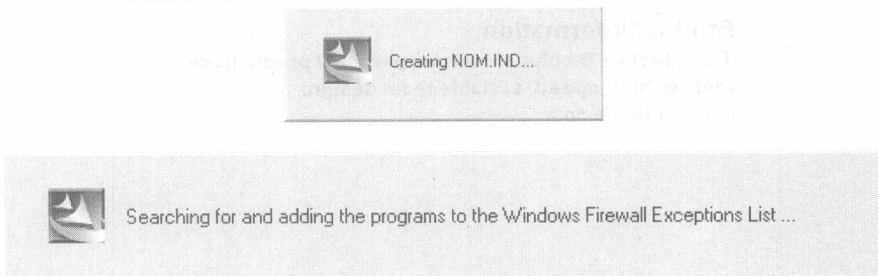

图 1.2.14 产生 NOM.IND 文件并进行后续处理
(11) 此时系统开始产生 NOM.IND 文件，进行后续处理，如图 1.2.14 所示。